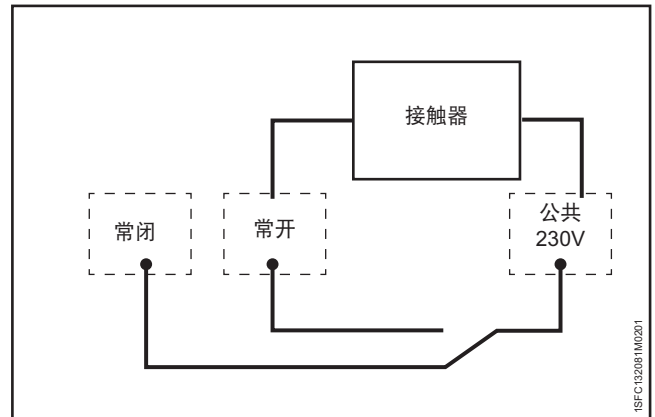

图 7.8
每个继电器有 3 个端子：1 个公共端子 (COM)、1 个常开端子 (NO) 和 1 个常闭端子 (NC)。请参见图 7.8。